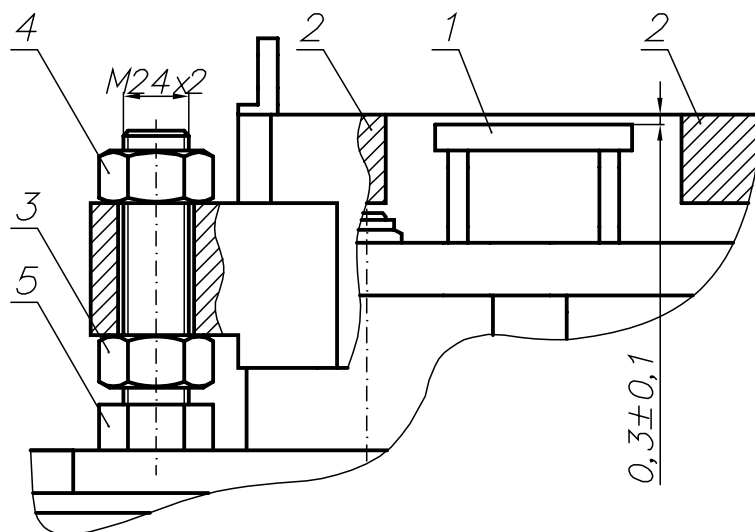

Рис. 16. Схема настройки зазора.
- не менее 1 раза в 2 недели контролировать зазор между опорой поддона и верхней поверхностью вибростола, рис. 16. Для контроля использовать щуп и линеал. Для изменения величины зазора необходимо ослабить гайку стопорную и, вращая регулиро-